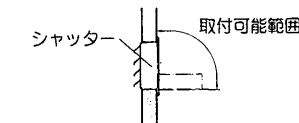

図1. 給気用アタッチメントを使用する場合
- エクストラグレード有圧換気扇を給気で使用する場合のシャッターの取付けは、図1のようにシステム部材の給気用アタッチメントを使用すると簡単です。給気用アタッチメントをご使用にならない場合は、壁外付けで、図2、図3のように取付けてください。